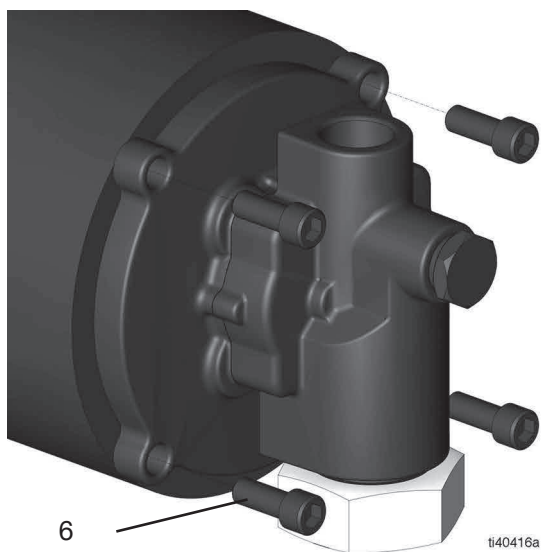

図7
5. 4つの六角ネジ(6)を5/16インチ(8mm)六角レンチを使用して、取り外します(図7)。
7. 4つの六角ネジ(6)を5/15インチ(8mm)六角レンチ(トルク 20 ft-lbs, 27.1 N•m)を使用して、配置し締め付けます(図7)。